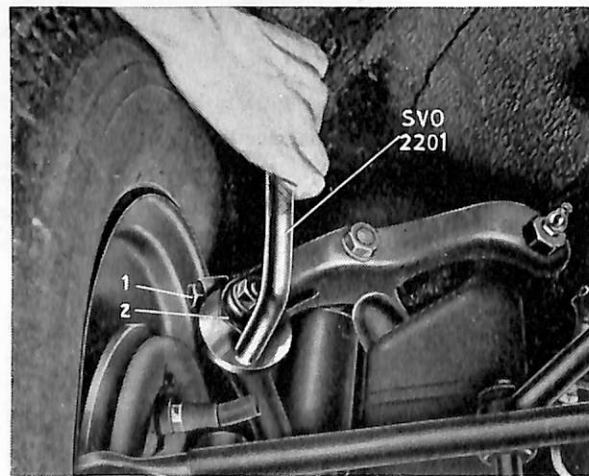

Bild 5. Justering av axel- och hjullutning.
Axellutningen skall vara  $-3/4^\circ$  -  $+1/4^\circ$ . Den justeras genom att man lossar klämskruven (1 bild 5) och därefter vrider excenterbussningen (2). Använd nyckel SVO 1411 om bussningen är av det gamla utförandet med nyckelvidd 28,5 mm och nyckel SVO 2201 om bussningen är av nya utförandet med nyckelvidd 34,3 mm. Ett varvs vridning ändrar vinkeln  $1/2^\circ$ . Obs! att om hjulet har rätt lutning (camber) vridningen måste göras ett helt varv, enär i annat fall hjulets lutning ändras. Drag till klämskruven innan axellutningen kontrollmätas.
Efter axellutningen justeras hjullutningen. Hjullutningen skall vara  $-1/4^\circ$  -  $+1/2^\circ$ . Den justeras genom att klämskruven lossas och excenterbussningen vrids med nyckel SVO 1411 resp. SVO 2201 (bild 5.) En ändring av hjullutningen medför en mindre ändring av axellutningen, vilket dock saknar betydelse.